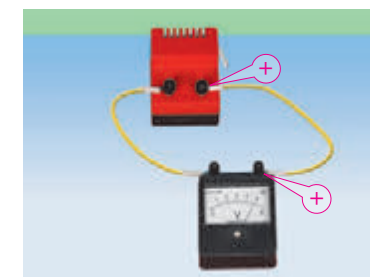

Fig. 28.3. Măsurarea tensiunii la polii sursei de curent cu voltmetrul
3. Pentru măsurarea tensiunii la polii sursei de curent voltmetrul se unește nemijlocit la bornele sursei (fig. 28.3).